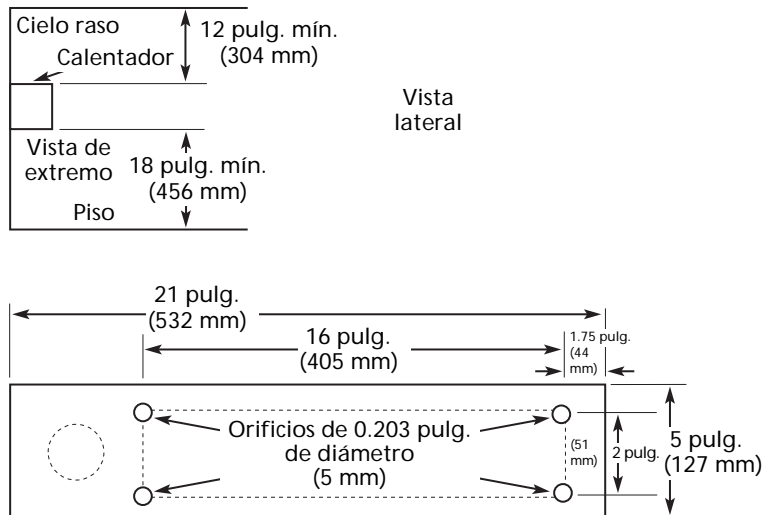

Figura 2
2. Coloque el calentador en la pared en la posición de montaje deseada, manteniendo los espacios libres mínimos necesarios según se indica en la Advertencia 3 y se muestra en la Figura 2.